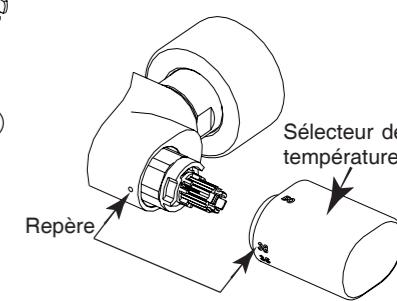

Fig. 9
- Remonter le sélecteur de température (sans tourner l'axe) en alignant le chiffre 38 avec le repère (fig. 9).